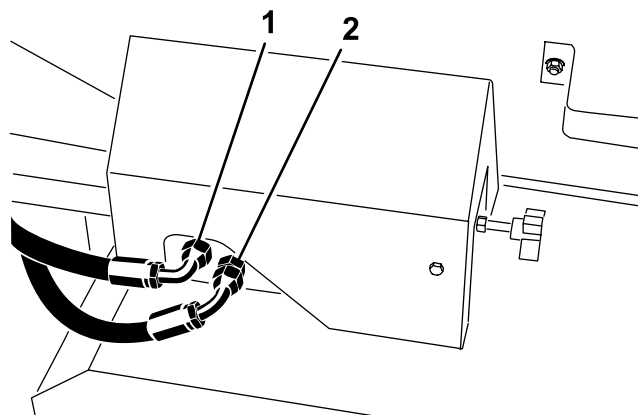
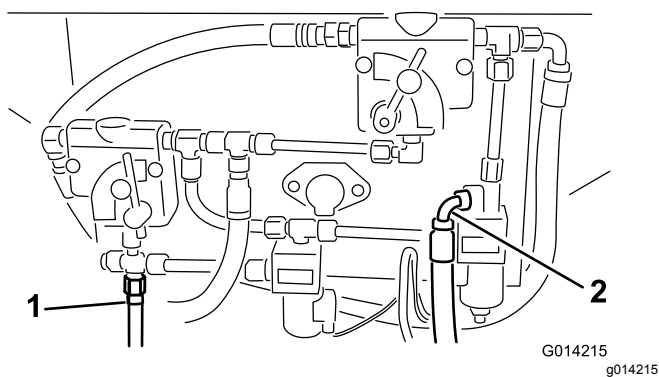
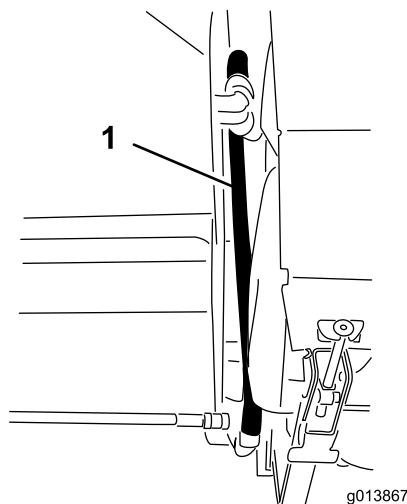
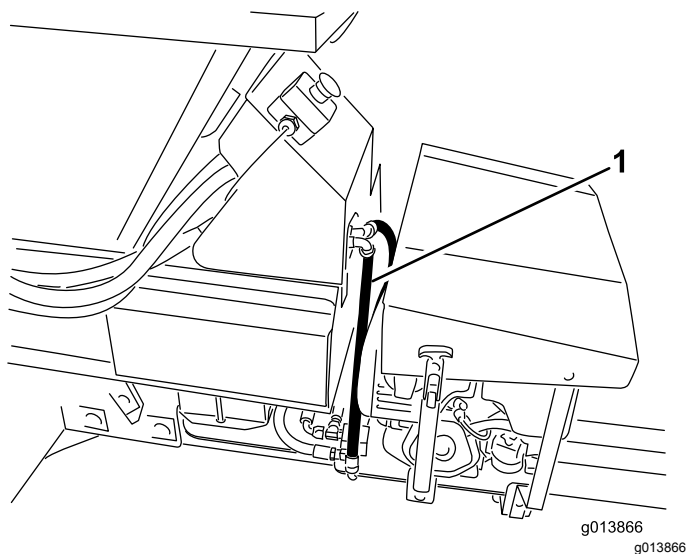

図 15
図 14
図 16
図 17
40. プロパスベースモデルの高圧側および戻り側の油圧接続を確認する。SHバージョンについては図 14 を参照、EHバージョンについては図 15 を参照。
41. もし、加圧側および戻り側ホースが図 14 および図 15 に示す位置に取付けてあった場合には、取り外す。
42. 油圧ホースを油圧コントロールパネルに接続する。SH バージョンについては図 14 と図 16 を参照、EH バージョンについては図 15 と図 17 を参照。